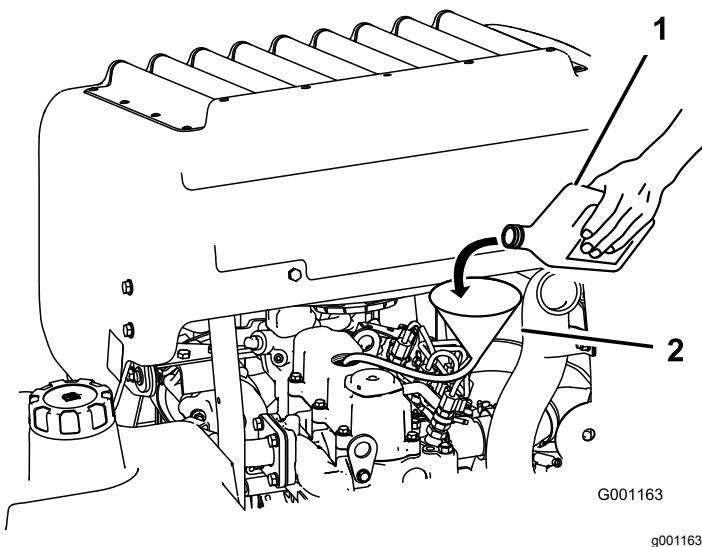

Figura 65
3. Utilice una manguera y un embudo para añadir aceite al motor (Figura 65).